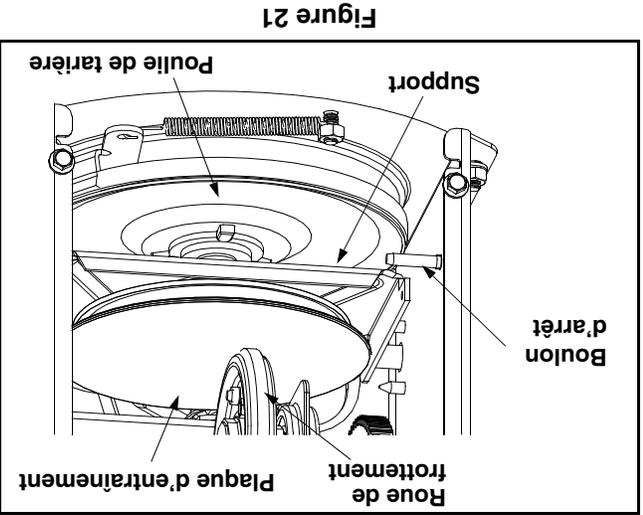

Figure 21
NOTE: Le support doit reposer sur le boulon d'arrêt après l'installation de la nouvelle courroie. Voir la Figure 21.
- Dévissez le boulon d'arrêt jusqu'à ce que le support repose sur la poulie des tarières. Voir la Figure 21.